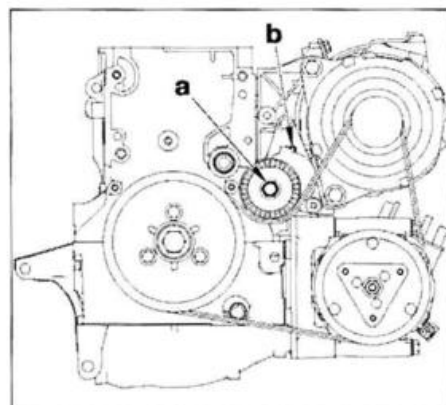

FIG. 18
- Colocar el útil ref.0188.Z (palanca de compresión del tensor dinámico) en "a" (Fig.18).